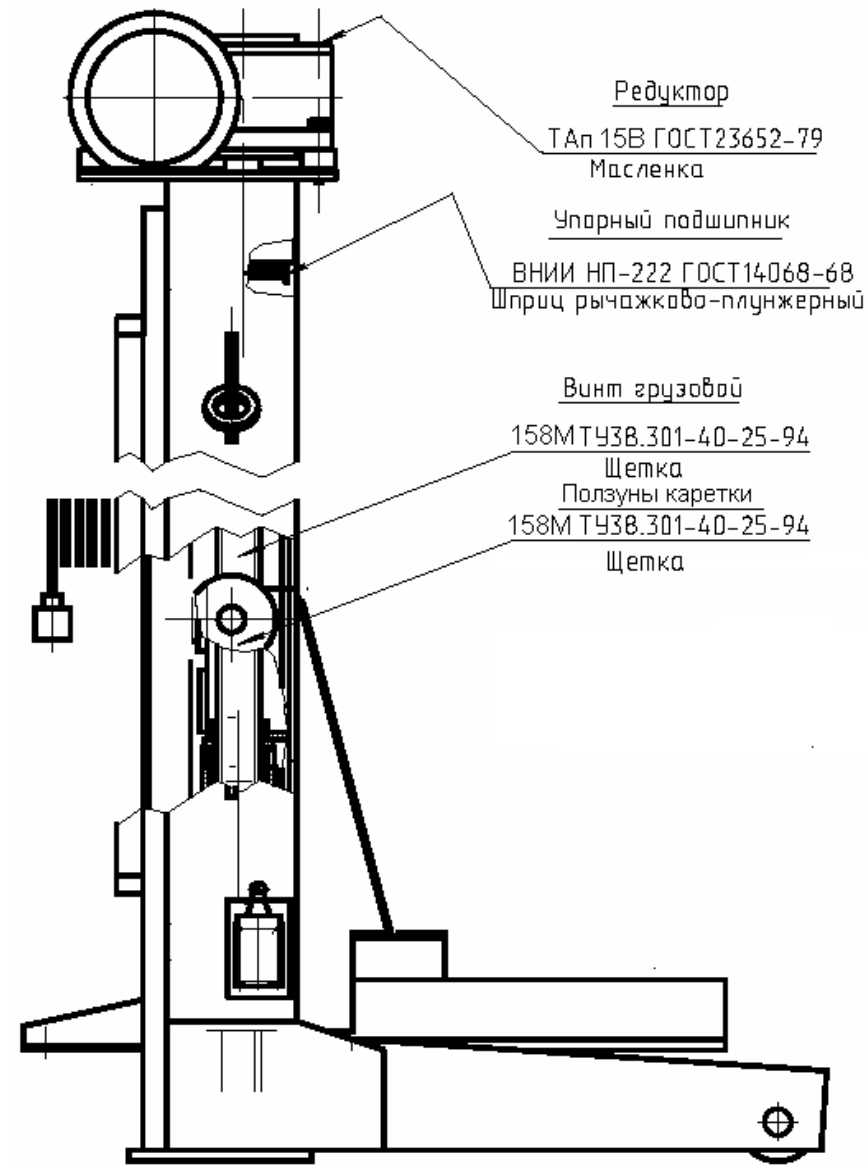

Рис. 6. Карта смазки стойки подъемника ПП-20
6.2.2 Для ревизии состояния смазки трущихся деталей (см. карту смазки на Рис. 6), в каждой стойке необходимо:
- произвести смазку стоек подъемника в соответствии с картой смазки (см. Рис. 6).